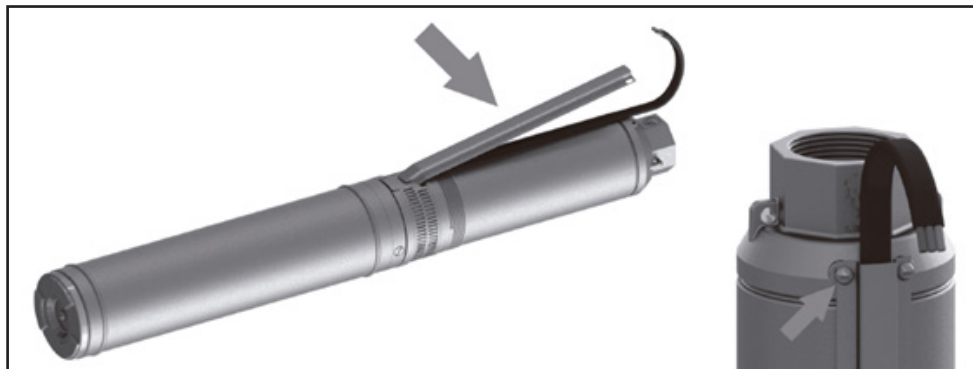

Figura 3 – Proteção do cabo
- Ajuste os cabos elétricos no bombeador e proteja-os com a proteção do cabo (figura 3).